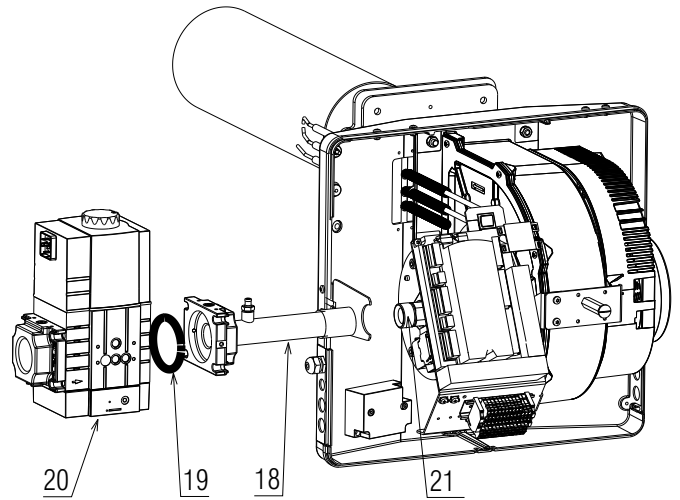

Fig. 15
- fijar el tubo de la rampa (18) al racor roscado del mezclador de gas (21), utilizando un sellador adecuado para juntas de gas.
- Fijar la válvula de gas (20) a la brida (Fig. 15) con los 4 tornillos (18)(Fig. 15) suministrados en dotación.
- Atención a la presencia de la junta (19)(Fig. 15) y a la junta de gas.
Utilizar un sellador adecuado y controlar que no haya pérdidas de gas (Fig. 15).